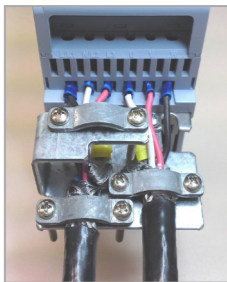

Figura 5: Detalhe da conexão da blindagem dos cabos da rede de alimentação e do motor com o acessório CFW500-KPCSA
- O acessório "Kit de blindagem dos cabos de potência e controle CFW500-KPCSA" (consulte o Capítulo 12 ACESSÓRIOS), pode ser montado na parte inferior do gabinete. A Figura 5 mostra um exemplo com detalhes da conexão da blindagem dos cabos da rede de alimentação e do motor com o acessório CFW500-KPCSA. Além disso, este acessório possibilita a conexão da blindagem dos cabos de controle.